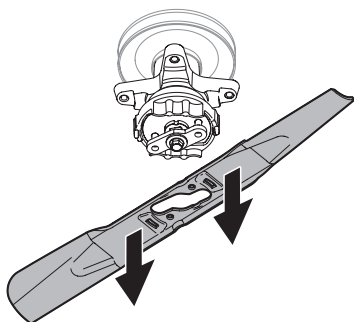

Fig. 49
- Cuando el orificio del centro de la cuchilla se alinee con el retenedor de cuchillas del tractor, baje la cuchilla con cuidado (Fig. 49).